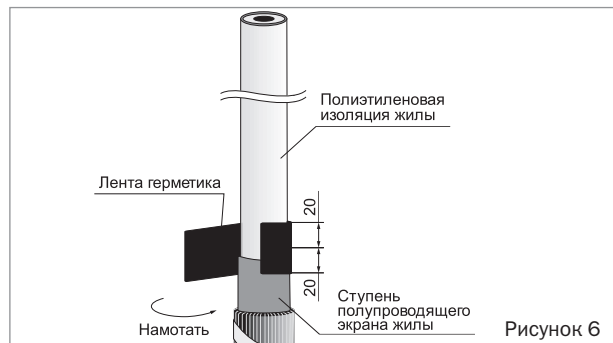

Рисунок 6
- Для каждой жилы плотно намотать ленту герметика с заходом по 20 мм на ступень полупроводящего экрана и на поверхность полиэтиленовой изоляции, обжать рукой (рисунок 6).